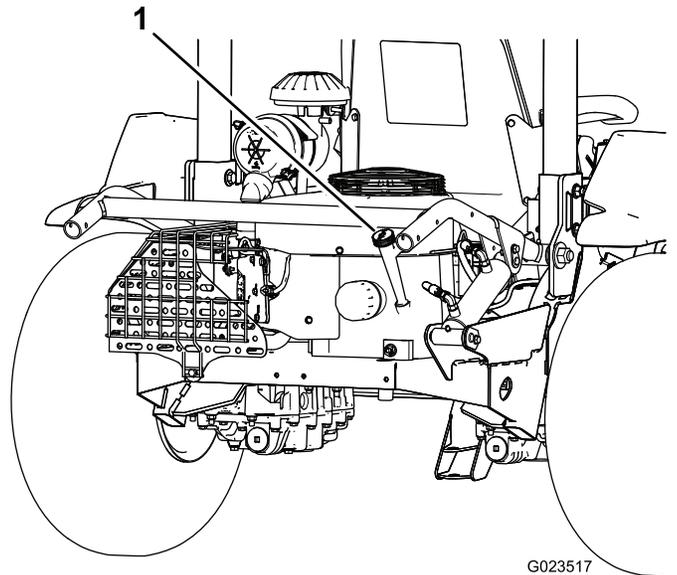
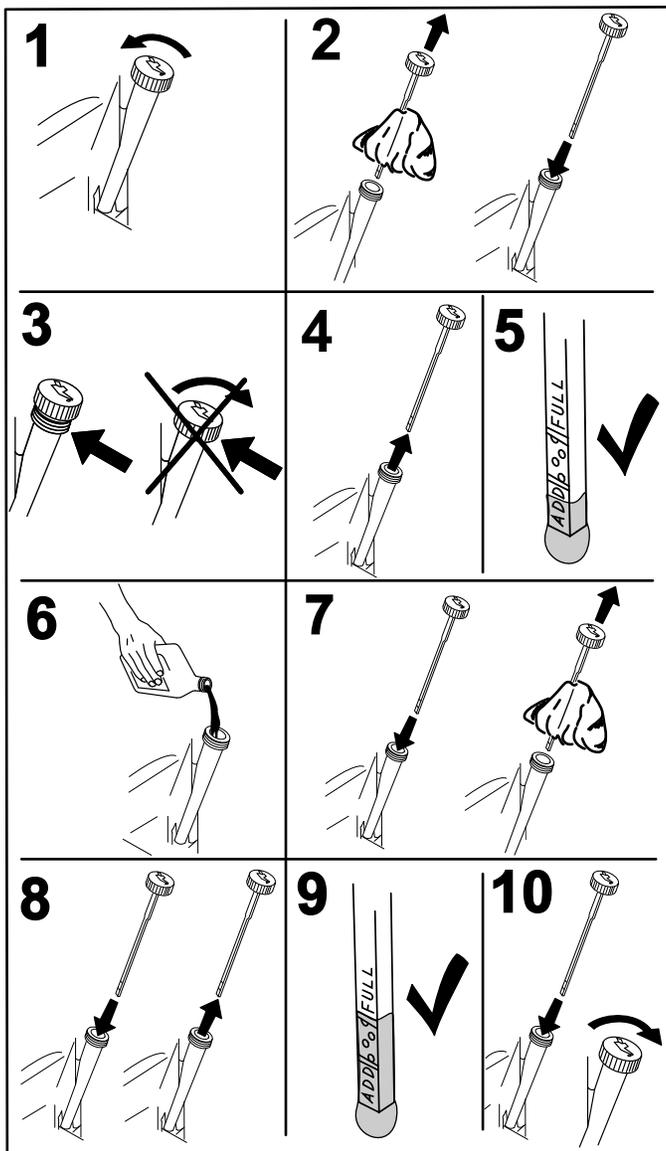

Bild 15
Bild 16
3. Nehmen Sie den Peilstab (Bild 15) heraus und wischen Sie ihn mit einem sauberen Lappen ab (Bild 16).